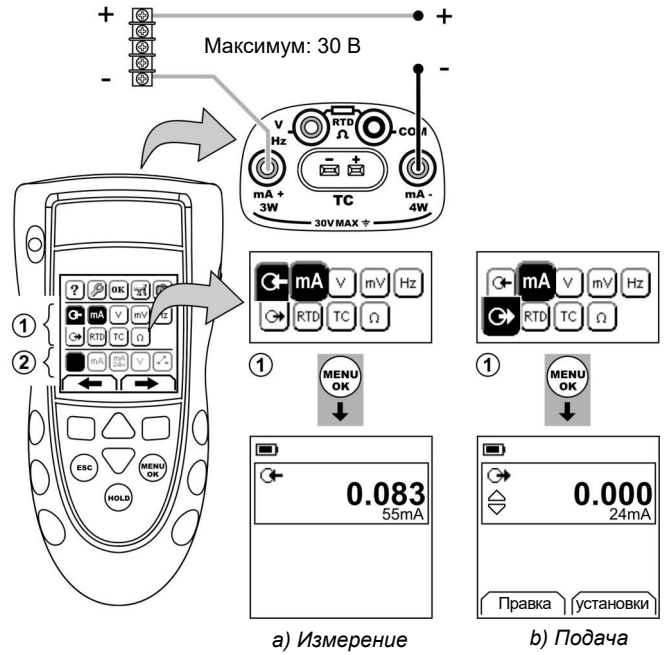

Рисунок 1: Пример конфигурации - Для измерения/подачи mA с внешним питанием петли (Область ①)
1. Подключите прибор (Рисунок 1, 2 или 3), и при необходимости, отрегулируйте *Настройка* (Таблица 1).